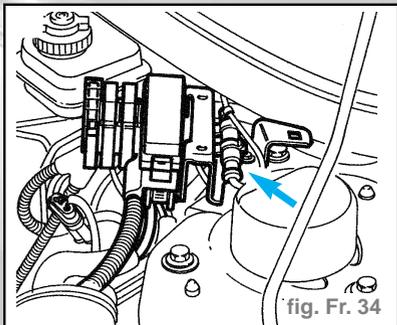

fig. Fr. 34
- Dégager le connecteur du capteur du nombre de tours, ensuite dévisser l'écrou de fixation de l'étrier de soutien des fusibles et relais, et le mettre de côté (fig. Fr. 34).
- Débrancher la connexion électrique du capteur du nombre de tours (fig. Fr. 34).